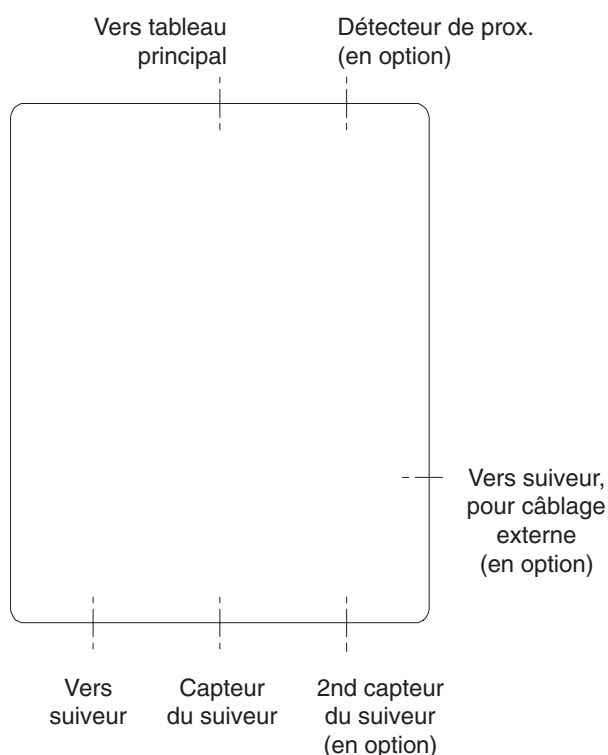

Fig. 3
8. Pour remonter le module, câbler la pompe sur la boîte de raccordement (100). Si le module est déjà câblé sur la boîte de raccordement, passer au point 9.
9. Fig. 3. Réaliser les branchements restants arrivant à et partant de la boîte de raccordement. Voir les schémas de câblage de 310527 pour plus d'informations.